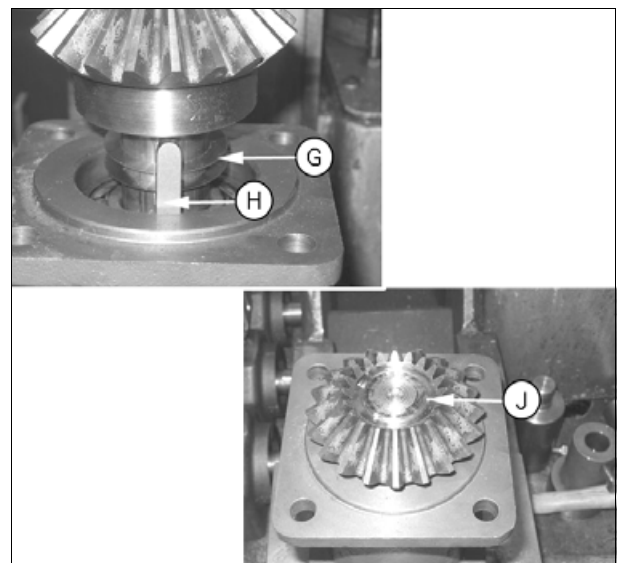

Рис. 7.
- После сборки стакана и корпуса проверьте боковой зазор в передаче: Зафиксируйте вал (K). Закрепите на конце вала (L) пластину такой длины, чтобы ее конец находился на одной линии с краем стакана, как показано на рисунке. Зазор должен составлять  $6 +2/-0$  мм. При необходимости воспользуйтесь регулировочными прокладками (G) (рис. 7).